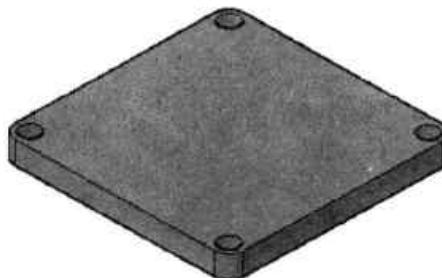

图13-53 差集操作
**Step06** 执行“差集”命令，将四个圆柱体从长方体中减去，如图13-53所示。